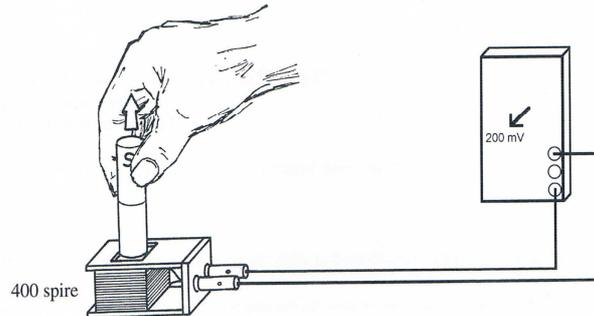

Figure VI.3 : Production d'un courant électrique à partir un champ magnétique.
- Introduisons un aimant dans une bobine connectée à un ampèremètre ou un voltmètre (figure VI.3).